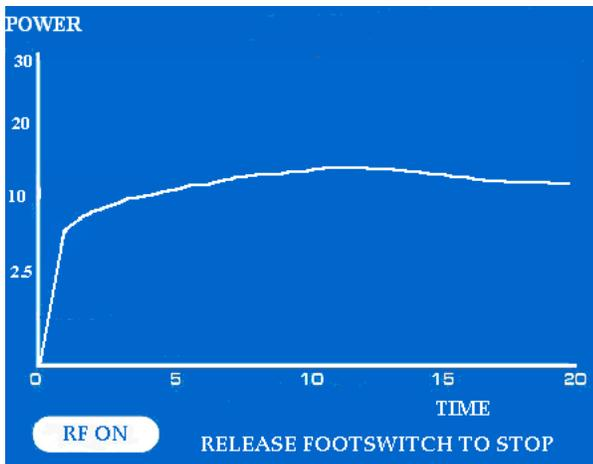

Figura 11: Gráfico de visualización de potencia (lápices Isolator) que indica el modo RF ON (ahora se muestra la extensión)
- i. Se muestra el gráfico en tiempo real de la potencia medida suministrada al tejido en la pantalla gráfica LCD con una tolerancia de $\pm 20\%$. El gráfico de potencia está en una escala de 20 segundos (consulte la **Figura 11**).
- ii. El sistema se desconectará automáticamente y detendrá la ablación si el usuario no suelta el pedal en 40 segundos (consulte la **Figura 11**).